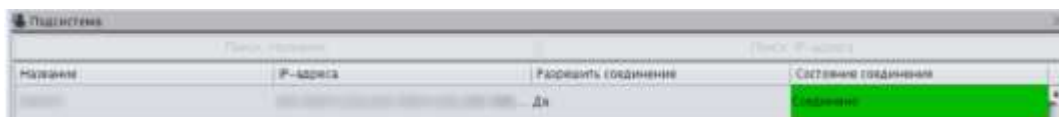

Рис. 22
12) проконтролировать установление связи программ СУР и СУМ. В случае правильного конфигурирования и запуска СУР и СУМ, а также при наличии связи, индикация состояния приобретет зеленый цвет, а состояние изменит значение на «Соединено» (Рис. 22);